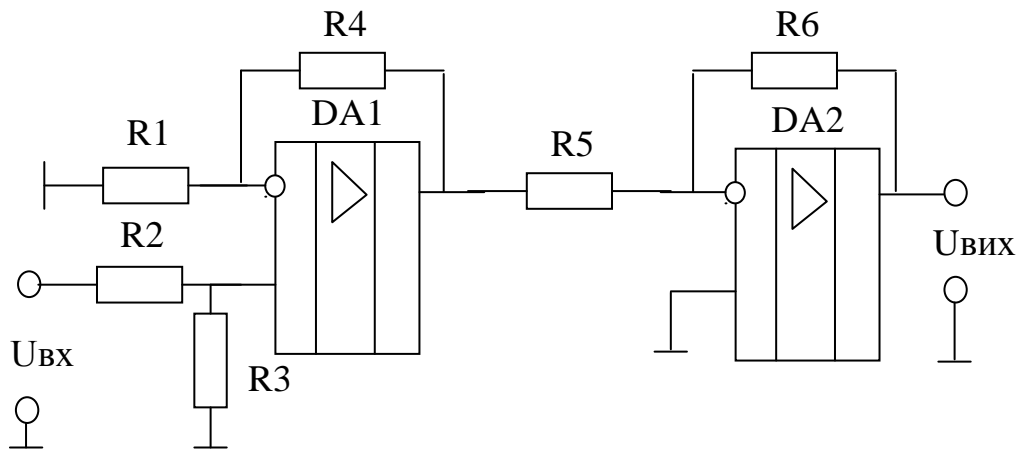

Рисунок 3.9
5. Визначити вхідний опір схеми $R_{вх}$ (рисунок 3.9) та напругу на виході $U_{вих}$, якщо напруга живлення $U_{жс} = \pm 15В$, $U_{вх} = 4В$, $R1 = 220кОм$, $R2 = 100кОм$, $R3 = 10кОм$, $R4 = 33кОм$.
8. Визначити опір резистора R_6 (рисунок 3.9), якщо напруга на виході $U_{вих} = -5В$, $U_{вх} = 0.2В$, $R_1 = 15кОм$, $R_2 = 30кОм$, $R_3 = 1кОм$, $R_5 = 20кОм$, $R_6 = 200кОм$